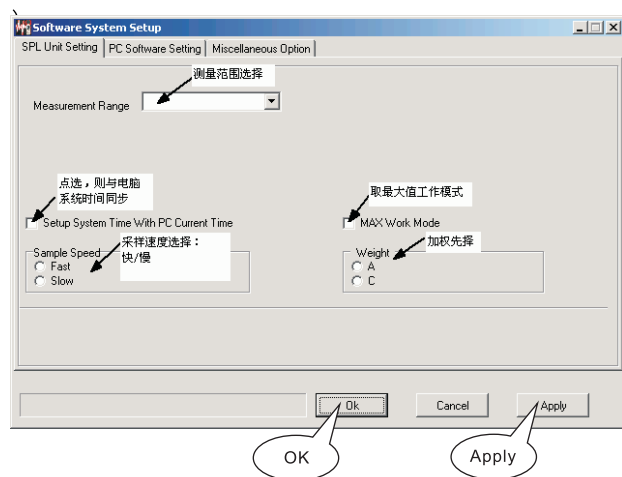

图28
- 点击“Option”菜单下的“System Setup”或工具栏上的“System Option”按钮,默认弹出SPL Unit Setting选项页,弹出画面如图28: